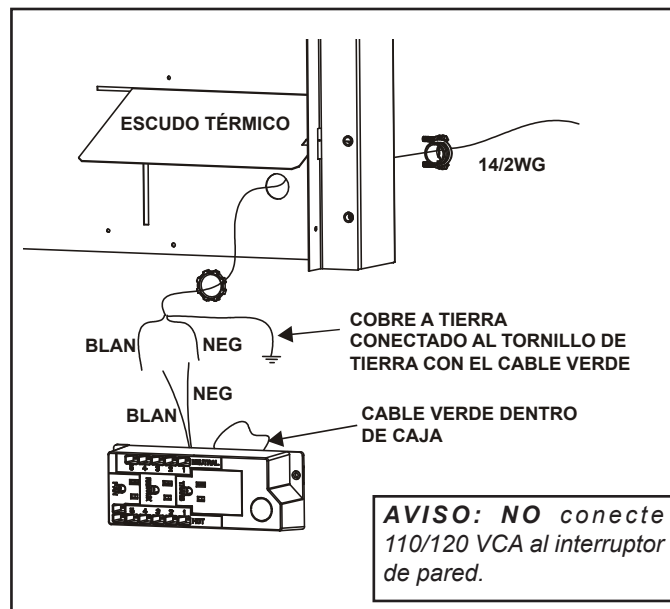

Figura 6.1 Detalle de la caja de conexiones
- Quite el tornillo que sostiene la caja de conexiones al gabinete exterior, gire la caja de conexiones hacia adentro para liberarla (vea la figura 6.1).